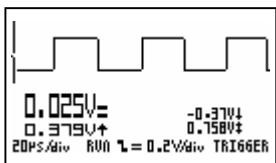

Fig 54
- '**run**' = auto triggering (*fig 54*)
- '**run**' = auto-triggering (*fig 54*)
- '**run**' = synchronisation automatique (*fig 54*)
- '**run**' = Auto-Auslösung (*fig 54*)